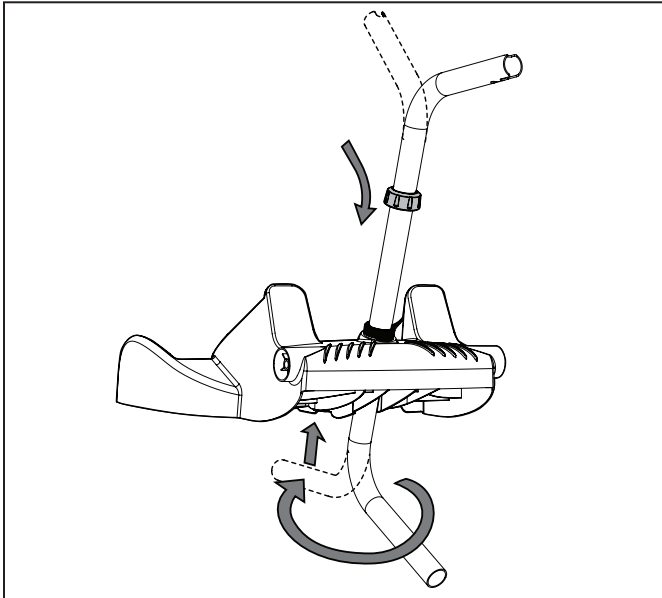

Figura 3. Acople la pieza de metal a la unidad de base
la parte superior; luego hágalo girar para que la parte curva quede alejada de usted. (Figura 3).
- Empuje hacia abajo la unidad de base (Figura 3), para que la manija de metal quede asentada en la hendidura de la parte inferior de la base.